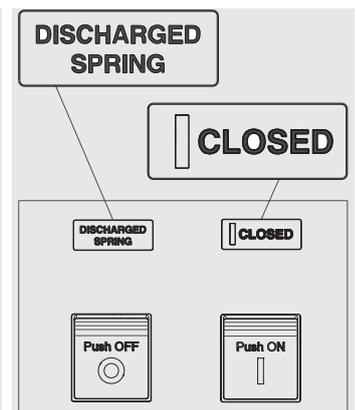

Figura 27
- Interruptor cerrado con resortes descargados (véase Figura 27).